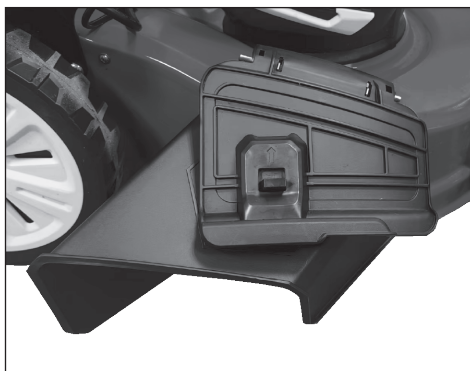

Рис. 5
4. Если вам необходимо использовать функцию бокового выброса, то поднимите заднюю крышку и снимите травосборник, установите заглушку (рис. 4). Поднимите боковую заслонку для бокового выброса и установите дефлектор бокового выброса (рис. 5).